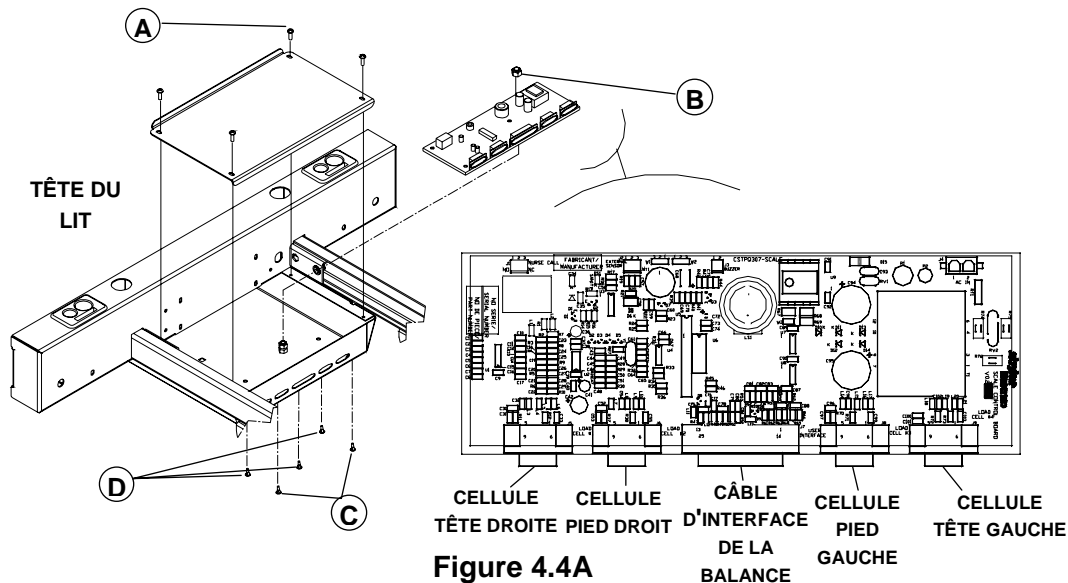

Figure 4.4A
- À l'aide de pincès coupantes, coupez l'extrémité des deux chevilles écrous situées à l'avant (C).
- À l'aide de pincès à bec effilé, comprimez les agrafes de verrouillage des trois autres chevilles écrous (D) afin de dégager la carte électronique des chevilles.
- Installez la carte sur les trois chevilles écrous restantes (D).
- Remplacez et serrez l'écrou de mise à la terre (B).
11. Connectez les câbles des cellules de charge aux connecteurs de la carte. Voyez la figure 4.4A à la page précédente pour la position correcte de chacun des câbles.